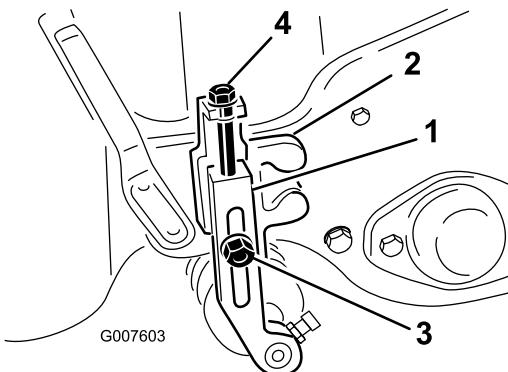

Figure 47
2. Desserrez les contre-écrous de fixation des bras de hauteur de coupe sur les supports de hauteur de coupe (Figure 47).